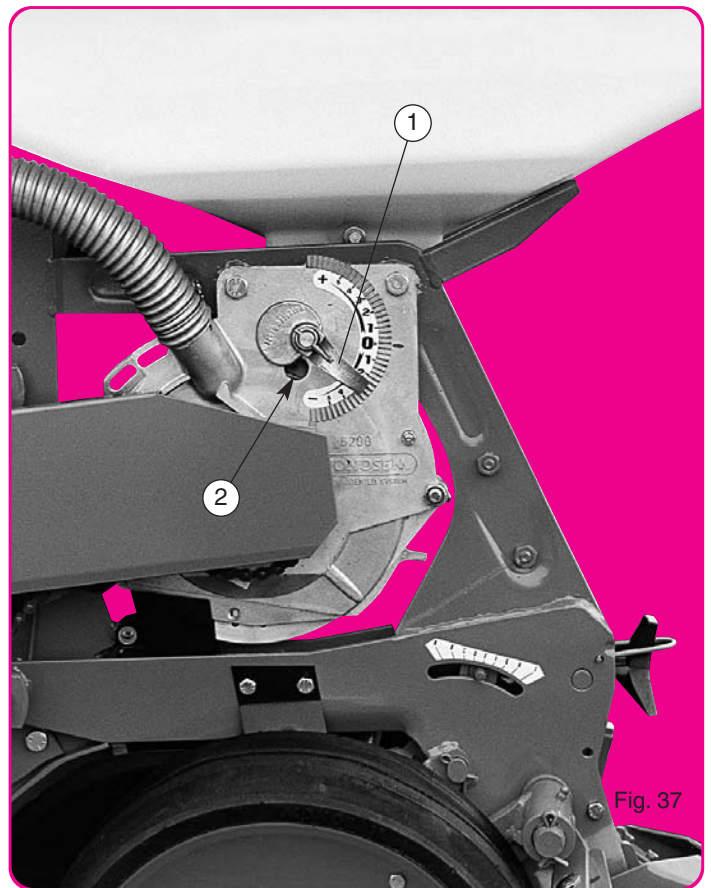

Fig. 37
L'index ① descendu vers le - (fig. 37) rapproche la plaque des trous, réduit l'aspiration (en ouvrant la prise d'air ②) ce qui provoque une tendance aux manques. Une fenêtre de contrôle sur le couvercle permet de s'assurer des résultats.
**Positions conseillées pour l'index ①**
Wenn der Wahlhebel ① auf - (Abb. 37) gestellt wird, verkleinert der Abstreifer die Löcher in der Säscheibe. Gleichzeitig wird die Saugleistung (das Lüftungsloch wird geöffnet) verringert ②. Bei dieser Einstellung können Fehlbelegungen vorkommen. Im Sägehäusedeckel ist ein Fenster, durch das Sie die richtige Einstellung beobachten können.
**Empfohlene Einstellungen des Verstellhebels ①**
When the indicator ① is positioned to - (fig. 37), it lowers the scraper over the holes, reducing the degree of suction (opening the size of the hole ②). This may cause skipping. A control window in the cover allows you to check the results.
**Recommended setting for indicator ①**